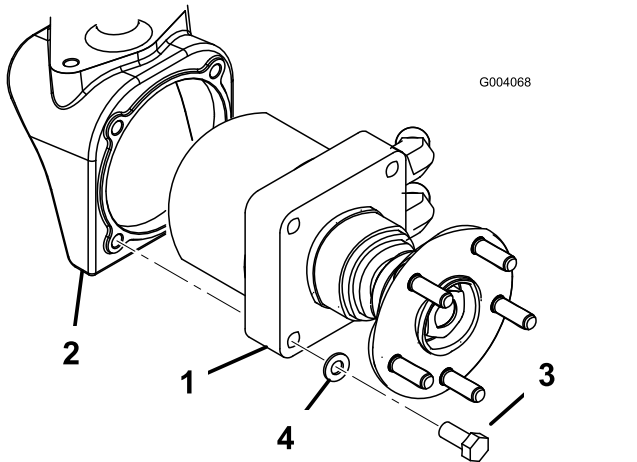

Bild 3
6. Befestigen Sie den entsprechenden Radmotor mit vier Schrauben (1/2" x 2-1/4") und Sicherungsmuttern (1/2") an jedem Radmotorkasten (**Bild 3**). Ziehen Sie die Schrauben auf ein Drehmoment von 95 bis 108 N·m an.